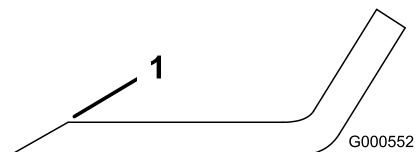
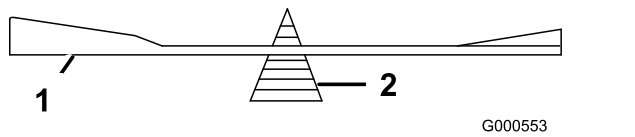

Figura 50
Figura 51
- Utilice una lima para afilar el filo de corte en ambos extremos de la cuchilla (Figura 50). Mantenga el ángulo original. La cuchilla permanece equilibrada si se retira la misma cantidad de material de ambos bordes de corte.
- Verifique el equilibrio de la cuchilla colocándola sobre un equilibrador de cuchillas (Figura 51). Si la cuchilla se mantiene horizontal, está equilibrada y puede utilizarse. Si la cuchilla no está equilibrada, rebaje algo el metal en la parte de la vela solamente con una lima (Figura 50). Repita este procedimiento hasta que la cuchilla esté equilibrada.